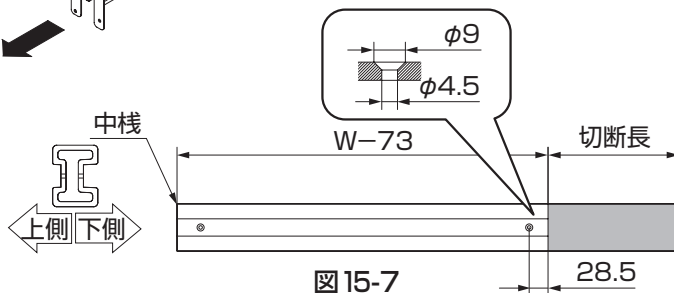

図 15-7
- ④ 中棧を切断した側から28.5mmのところからφ4.5の下孔とφ9サラ取り加工してください。(図15-7参照)